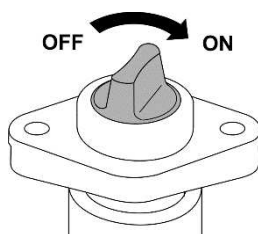

РИСУНОК 4.22 Главный выключатель пульта управления
- Чтобы включить питание пульта управления, нужно повернуть главный выключатель (РИСУНОК 4.22) в направлении по часовой стрелке до положения (ON) - включено (выключатель размещается на питающем проводе пульта управления).